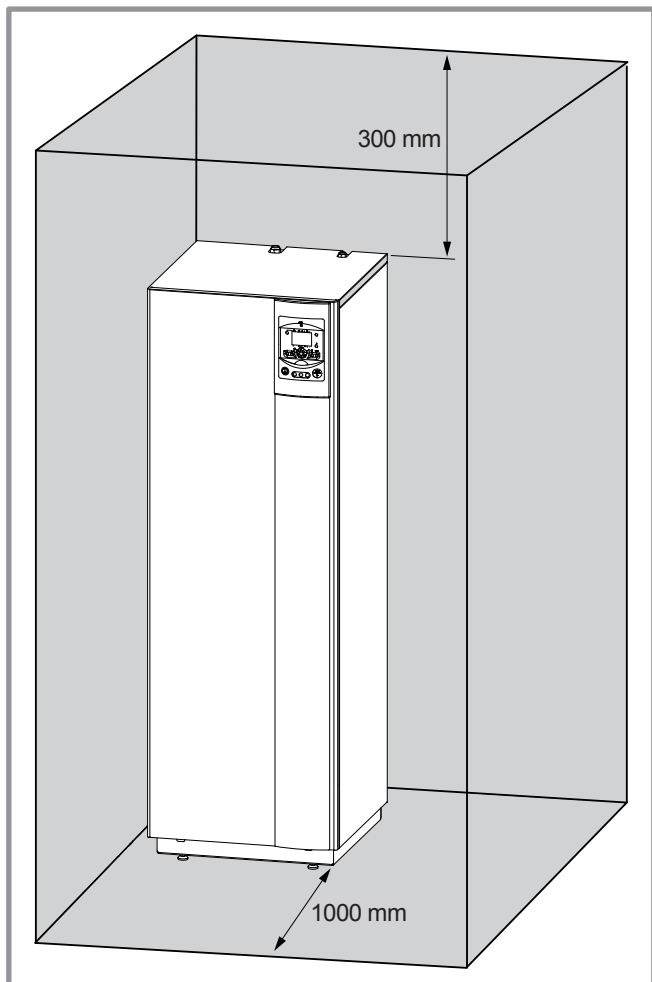

figura 14 - Separaciones mínimas de instalación alrededor del módulo hidráulico y distancias hasta los tabiques combustibles
- Para facilitar las operaciones de mantenimiento y permitir el acceso a los diferentes órganos, se aconseja prever un espacio suficiente en torno al módulo hidráulico (figura 14).